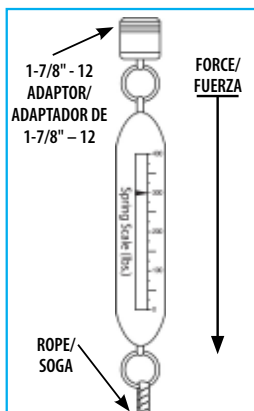

Figure 1/Figura 1
- Attach a spring scale to the location where the breakaway will be installed (see FIG 1).
- Conecte una báscula a resorte en el lugar en donde se instalará el acoplamiento de seguridad tipo "breakaway" (consulte la FIG. 1).